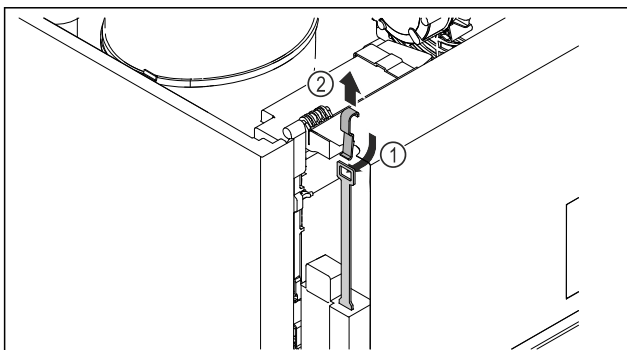

Fig. 244
- ▶ Notentriegelungsschlüssel von oben einschieben Fig. 244 (1), am Schloss einhaken und nach oben ziehen Fig. 244 (2).